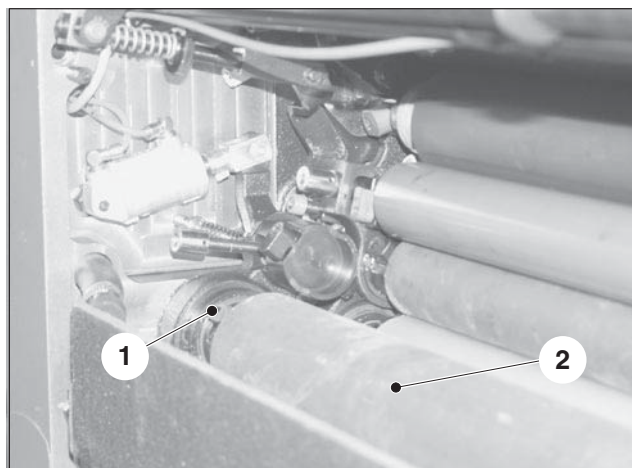

図 10 水元ローラ 14 の操作側
2. 操作側のジャーナルボックスのハウジング（図 10/1）を開きます。
3. 水元ローラ（図 10/2）を取り外します。